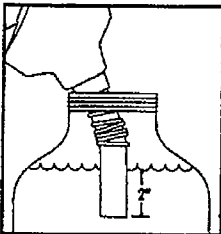

FIGURE 8/FIGURA 8
- Immerse nozzle spout in test can with at least two inches of gas covering the spout. (Figure 8) Do not place nozzle tip against bottom of container.
- Inmersa el tubo de descarga en el recipiente, asegurándose que por lo menos dos pulgadas de gasolina cubren el tubo. (Figure 8)